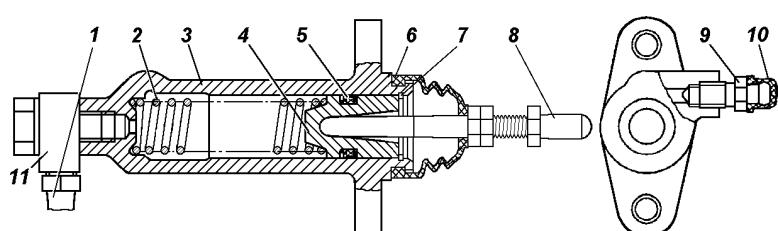

Рис. 5.5. Рабочий цилиндр выключения сцепления:
- отсоедините от рабочего цилиндра резиновый защитный колпак 6 (рис. 5.5) и выньте толкателем 8 вместе с колпаком;